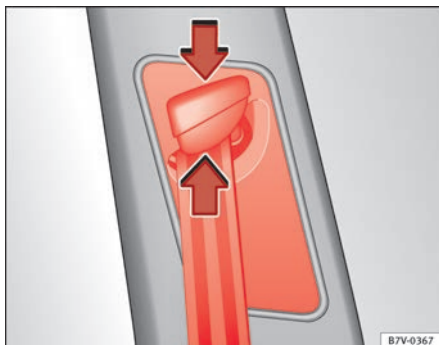

Abb. 15 Neben den Vordersitzen: Gurthöheneinstellung.
- Umlenkbügel in Richtung der Pfeile zusammendrücken und halten ⇒ Abb. 15.